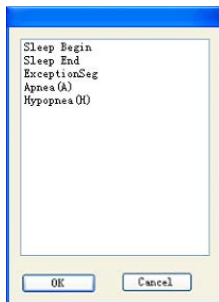

Figura 5-3-4
Trascinare il mouse su alcune forme d'onda mentre si fa clic con il tasto destro e la finestra di dialogo delle osservazioni in Figura 5-3-4 comparirà; selezionare il tipo di osservazione, cliccare "OK" nella osservazione della posizione corrispondente (come in Figura 5-1-3 (2)), portare il mouse sul confine della zona segnata. Quando appare il segno di modifica, è possibile trascinare il mouse per regolare le dimensioni dell'area segnata. (Le nuove osservazioni non possono sostituire quelle vecchie.) Selezionare alcune osservazioni sulla forma d'onda e fare clic su "Elimina" nella tastiera o cliccare con il tasto destro per cancellare l'osservazione.
Trascinare il tasto sinistro del mouse, quindi apparirà la finestra di dialogo corrispondente (come in Figura 5-3-4), "Il sonno inizia" e le osservazioni "Il sonno finisce" possono essere impostate come in Figura 5-1-3 (1):